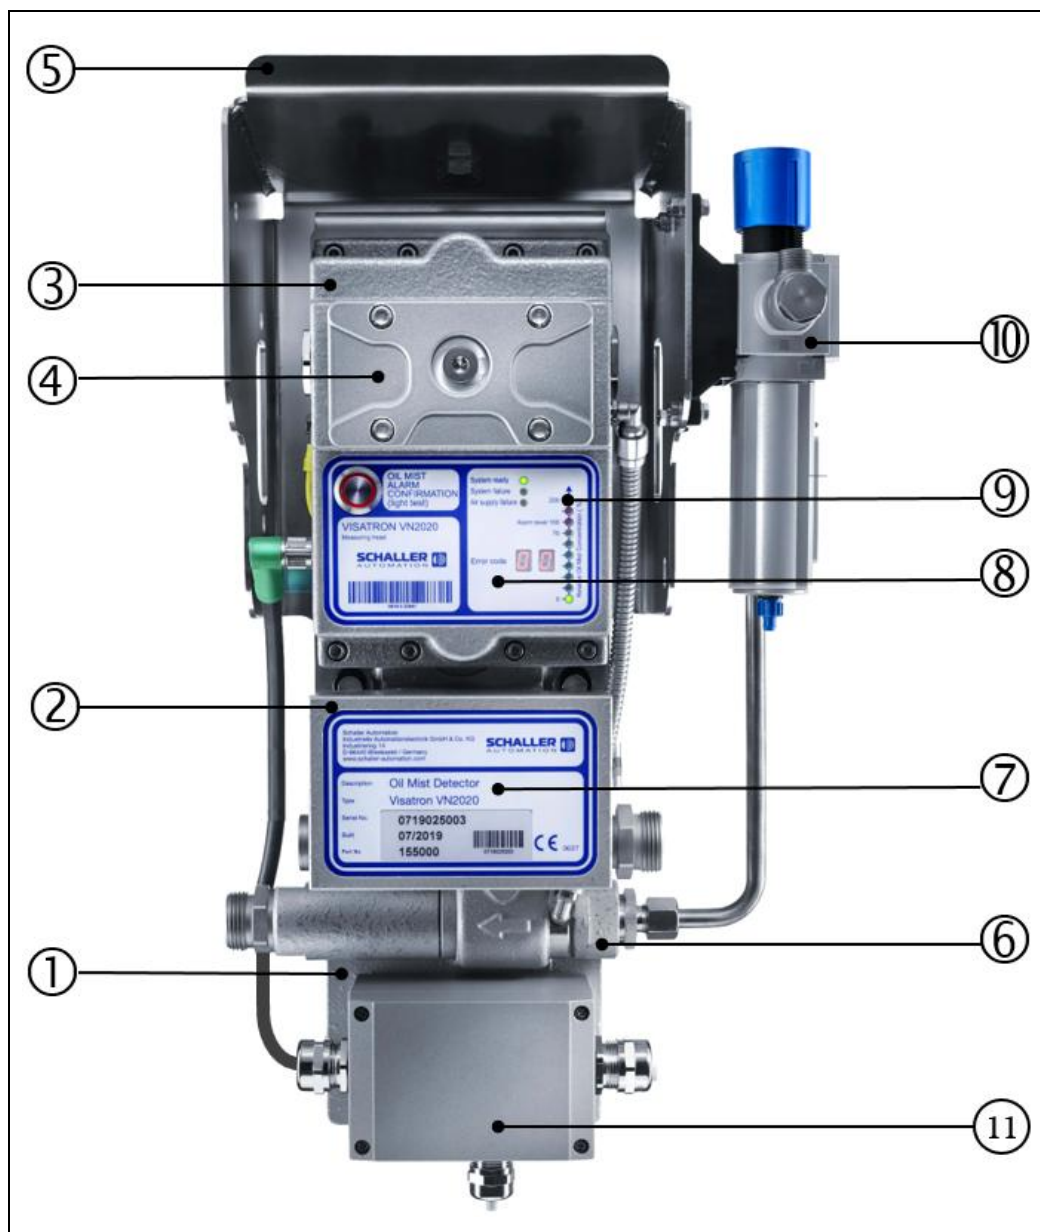
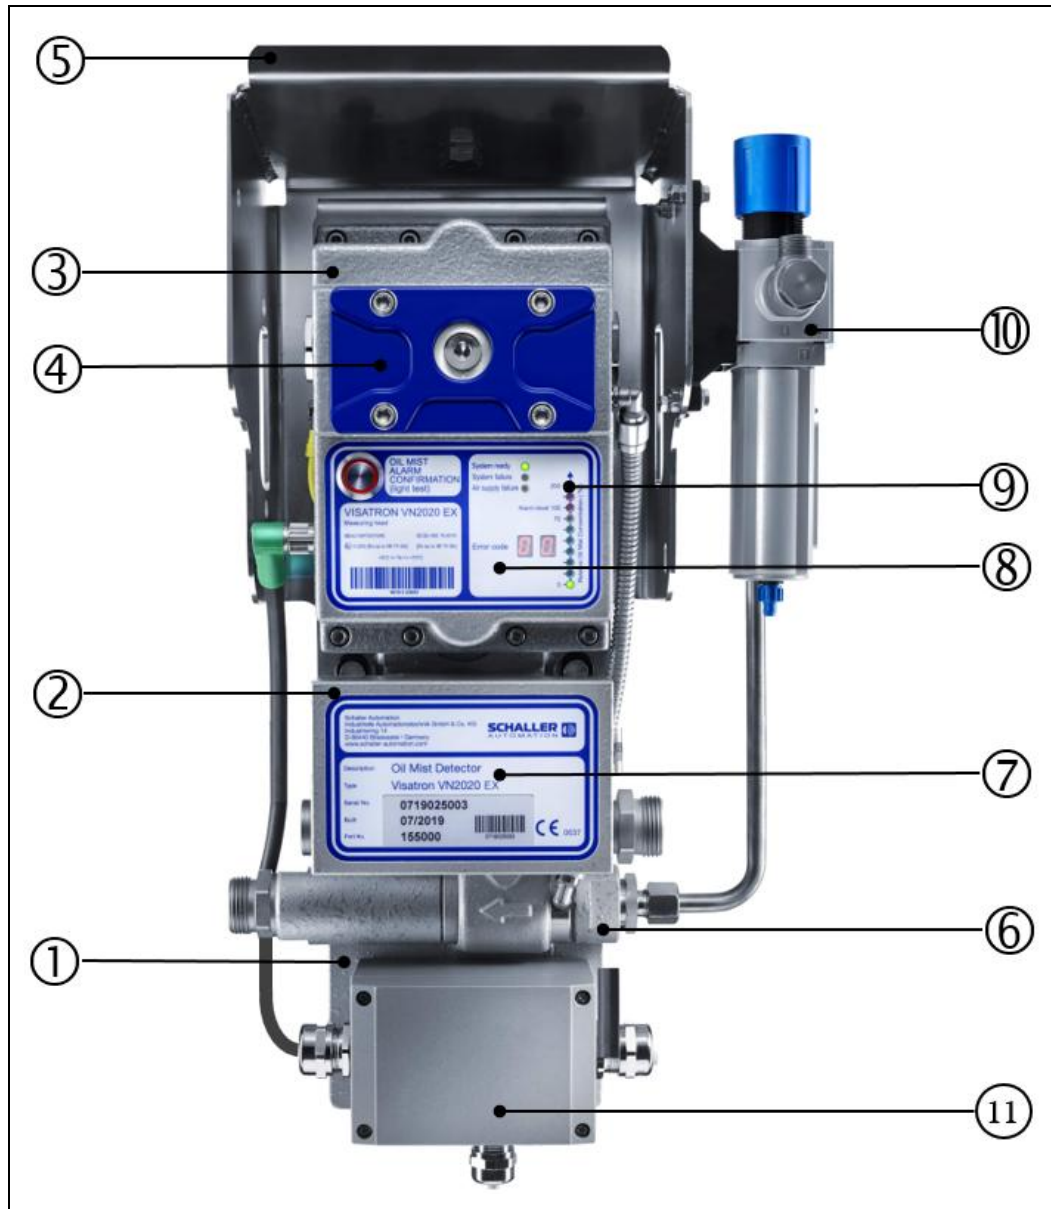

Fig. : 12 : vue d'ensemble des composants du détecteur de brouillard d'huile VISATRON® VN2020
Fig. : 13 : vue d'ensemble des composants du détecteur de brouillard d'huile VN2020 EX
La partie centrale du détecteur de brouillard d'huile est, comme le montrent les Fig. 12 et Fig. 13, la tête de mesure (pos. 3), qui comprend une section de mesure optique sous le couvercle de contrôle (pos. 4) ainsi qu'un écran LED (pos. 9) indiquant à l'utilisateur toutes les informations essentielles dans des conditions de fonctionnement normales. La tête de mesure est fixée à la plaque de base par une plaque de montage protégée contre les vibrations (pos. 1).